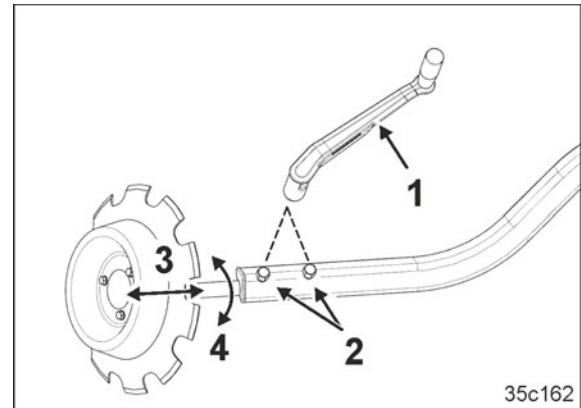
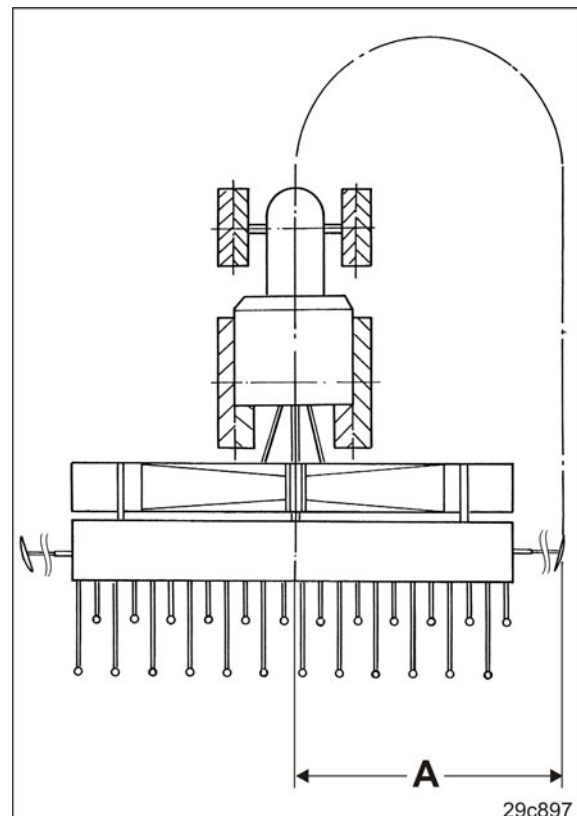

Рис. 135
Рис. 136
- длина маркеров (Рис. 135/3);
- интенсивность работы маркеров в зависимости от типа почвы (Рис. 135/4).
2. Ослабьте винты (Рис. 135/2) с помощью инструмента для техобслуживания (Рис. 135/1).
3. Посредством перемещения (Рис. 135/3) установите длину маркера на значение «А» [см. таблицу (Рис. 136)].
4. Отрегулируйте интенсивность работы путем проворачивания (Рис. 135/4) оси маркера так, чтобы она на легких почвах шла почти параллельно направлению движения, а на тяжелых почвах имела более агрессивный угол атаки.
5. Затяните болты (Рис. 135/2).